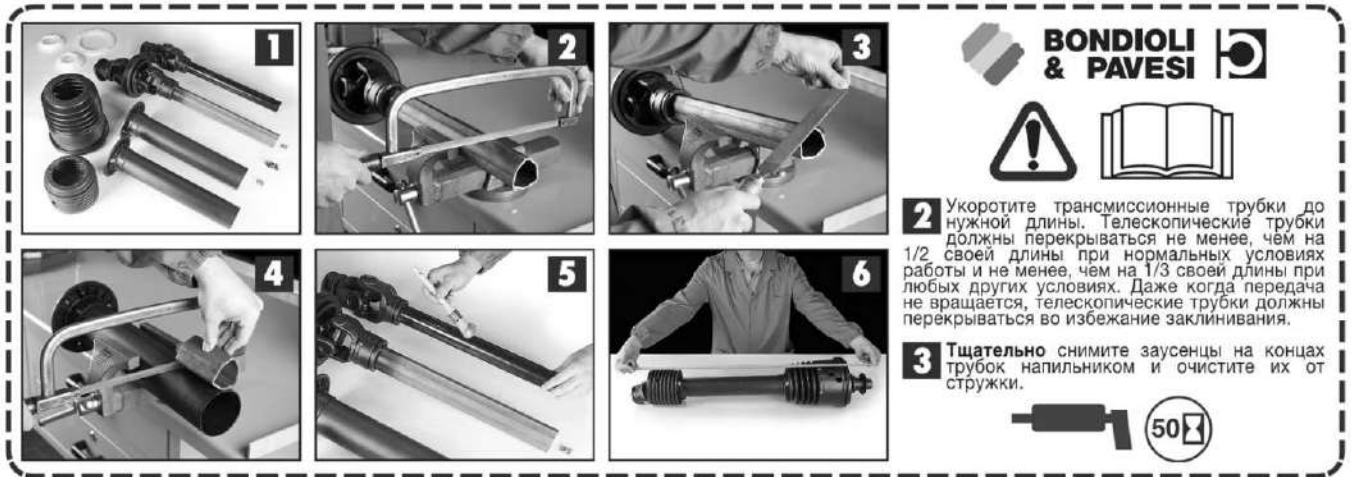

Рис. 18. Инструкция сокращения карданного вала
В случае необходимости вал можно укоротить согласно инструкции по эксплуатации (Рис. 18).
- В зависимости от сотрудничающего трактора, косилка должна быть зафиксирована на трехточечной подвеске таким образом, чтобы величина **Y**, т.е. расстояние между внутренним режущим диском и шинами трактора составляло от 0 до 10 см для KDTC 260, KDTC 261. Для KDTC 300, KDTC 301 величина **Y** должна составлять от 30 до 40 см, а для KDTC 340, KDTC 341 от 50 до 60 см (Рис. 18).